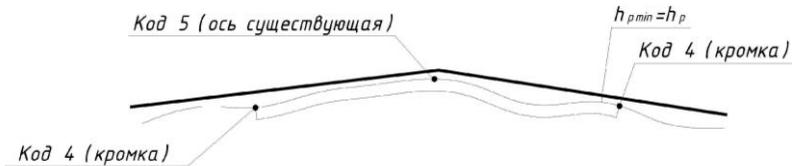

Рис.4. Схема усиления существующего покрытия
*Усиление не менее* – все рабочие отметки в пределах существующего покрытия на конкретном поперечнике не должны быть *МЕНЕЕ* предельной толщины (рис. 4).